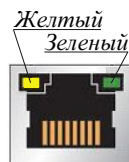

Рисунок 7
2.2.14 Для удобства пусконаладочных работ на разъемах R3-Link IN и R3-Link OUT размещены по два индикатора (рисунок 7). По их состоянию можно оценить состояние линии между двумя соседними устройствами (таблица 4). Цветовая маркировка проводов приведена на рисунке 8.